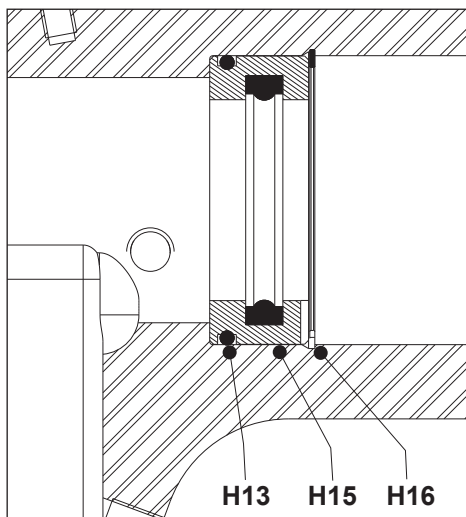

Fig. 24
**OBS** I följande steg ska du vara noga med att bussningssidan med O-ring (H13) monteras först. Se Fig. 24 för monterad översikt.